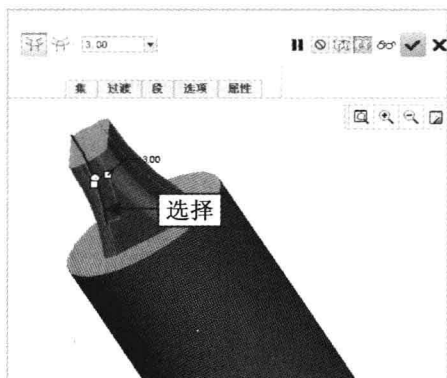

图 15-6 选择倒圆角边
Step 05 在“模型”选项卡中，单击“工程”面板中的“倒圆角”按钮，弹出“倒圆角”选项卡，设置圆角半径为 3，在绘图区选择合适的倒圆角边，如图 15-6 所示。